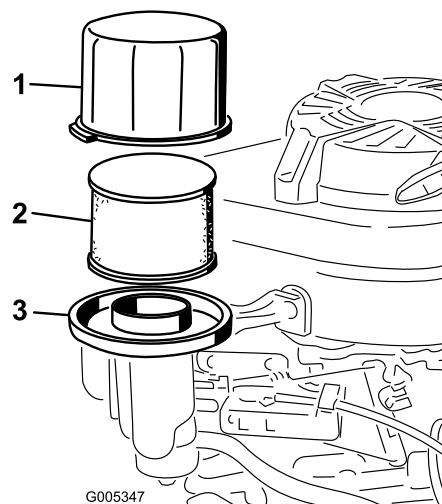

Figura 21
3. Retire la tapa y límpiela a fondo (Figura 21).
4. Retire e inspeccione el filtro de aire de papel (Figura 21), y deséchelo si está excesivamente sucio.
5. Retire el pre-limpiador de gomaespuma y lávelo con un detergente suave y agua, luego séquelo apretando suavemente con un paño (Figura 21).